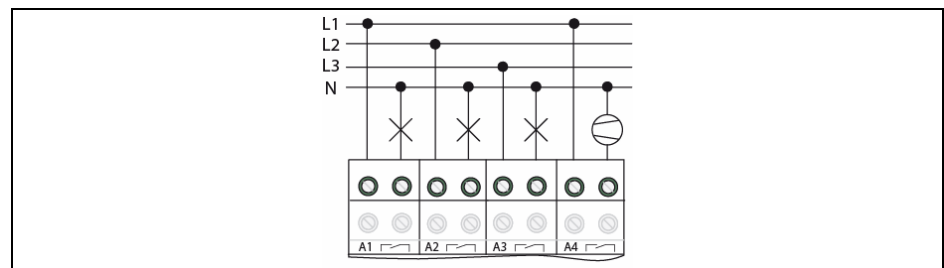

Figura 4 Conexión de cargas conmutadas
- Conectar las cargas conmutadas (figura 4). No exceder las potencias absorbidas admisibles (Datos técnicos).